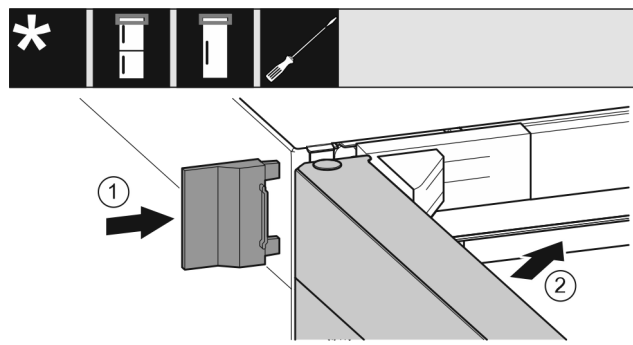

Fig. 22
- Vnější kryt Fig. 22 (1) nasuňte.
- Zavírejte horní dveře Fig. 22 (2).